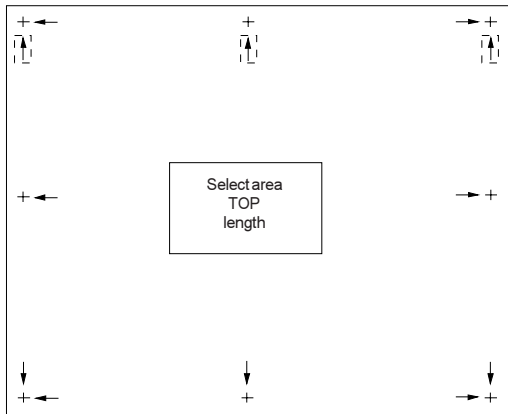

Bild 3
- 1 Wählen Sie die oberen Pfeile und drücken Sie **ENTER** (Bild 3).